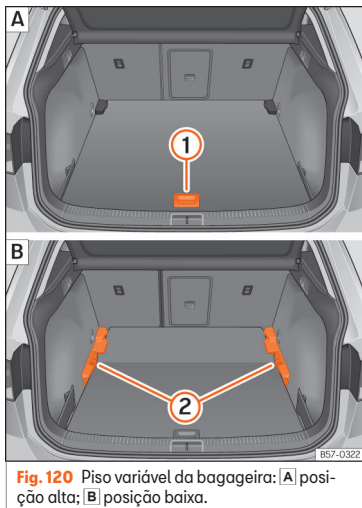

Fig. 120 Piso variável da bagageira: **A** posição alta; **B** posição baixa.
- Para passar da posição baixa para a alta, levante o piso pela pega »» **Fig. 120 ①**, puxe-o para trás até que a parte dianteira do piso baixe totalmente os suportes »» **Fig. 120 ②**.
- Desloque o piso sobre estes para a frente até que chegue ao limite no encosto dos bancos traseiros e, de seguida, baixe o piso com a peça **①**.
- Para passar da posição alta para a baixa, levante o piso pela pega »» **Fig. 120 ①**, puxe-o para trás até que a parte dianteira do piso baixe totalmente os suportes »» **Fig. 120 ②**.
- Com o piso variável na posição alta, levante pela pega »» **Fig. 120 ①**, puxe-o e empurre para o encosto dos bancos traseiros até que o piso dobre pela linha da dobradiça e a parte móvel do piso assente sobre o mesmo.
- Para passar da posição alta para a baixa, levante o piso variável pela pega »» **Fig. 120 ①** e rebata-o para trás um pouco.
- Empurre o piso variável para os bancos traseiro rebatidos com a pega **①** fazendo um pouco de pressão para baixo para que a parte móvel do piso encoste os encostos aos bancos traseiros.